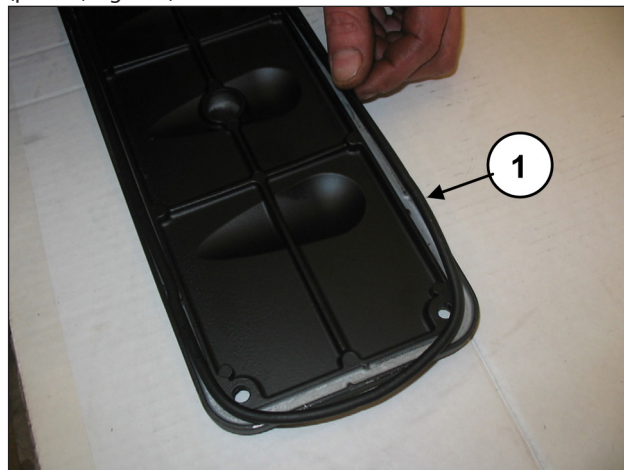
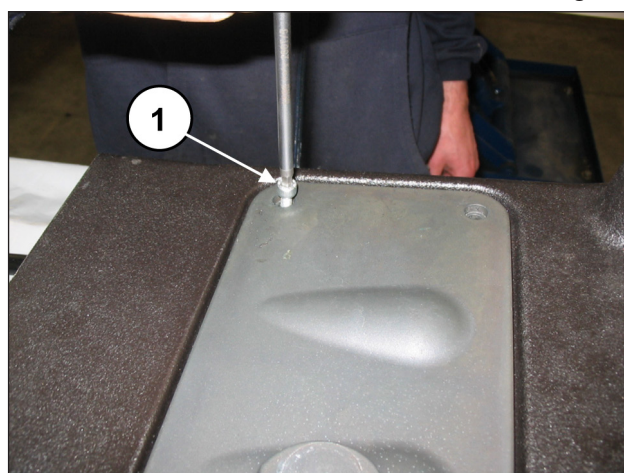

Fig. 99
Fig. 100
Sui due coperchi ispezione inserire l'O-ring (pos. ①, Fig. 99) e montare i coperchi mediante l'utilizzo di 4+4 viti M6x14 (pos. ①, Fig. 100).